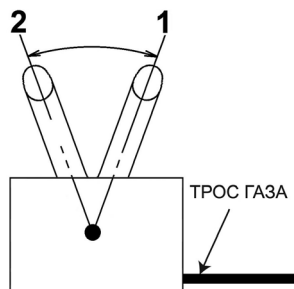

Рис. 13 Положения рычага газа
- Переведите рычаг газа 7 (Рис. 1) на 1/3 хода в сторону положения максимальных оборотов двигателя (Рис. 13).
1. Переверните двигатель в режим холостого хода, для этого переведите рычаг газа в положение 2 холостых оборотов двигателя (Рис. 13) и дайте двигателю поработать примерно 1 минуту.
5. Переведите рычаг газа в положение 1 максимальных оборотов двигателя (Рис. 13).